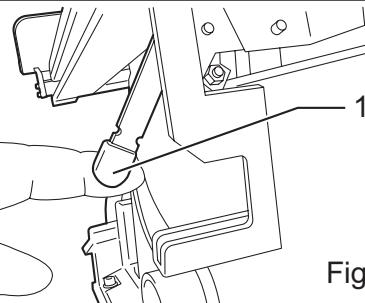

Fig.2
- 2. Tirez le levier de dégagement du couteau diviseur/séparateur jusqu'à ce qu'il s'arrête (figure 2). Cette action permettra de libérer le couteau diviseur/séparateur afin de pouvoir le positionner.